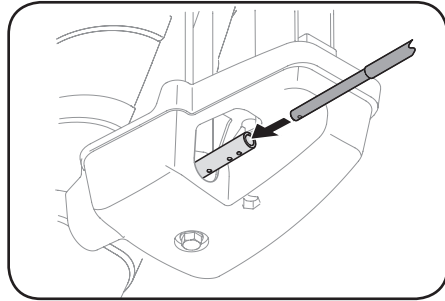

Figure 2-23
2. Insérez l'extrémité ronde de la tige de commande de la goulotte (trou vers le haut) à fond dans la tête de commande de la goulotte. Voir la Figure 2-23.